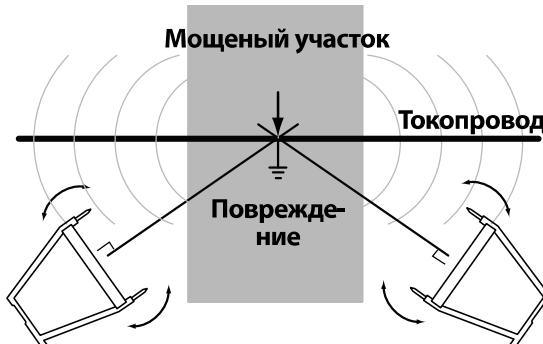

Рис. 13 – Поиск под мощеными поверхностями
- Если мощеный участок относительно небольшого размера, приемник можно использовать по периметру зоны. Приемник следует поворачивать из стороны в сторону, и в том месте, где направление стрелок и частота гудков приемника будут переключаться, провести прямую линию перпендикулярно приемнику с А-рамкой. Сделайте это в нескольких местах вокруг предполагаемой зоны повреждения. Прямые линии должны пересечься в одной точке. Эта точка и будет местом повреждения. Такой метод поиска менее точен, чем установка приемника непосредственно над токопроводом. См. Рис. 13.